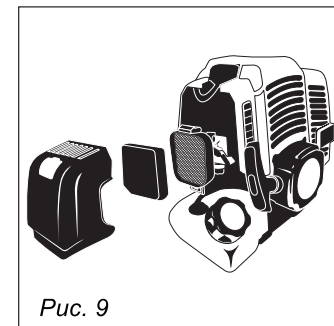

Рис. 9
9.1. Воздушный фильтр (*рис. 9*)